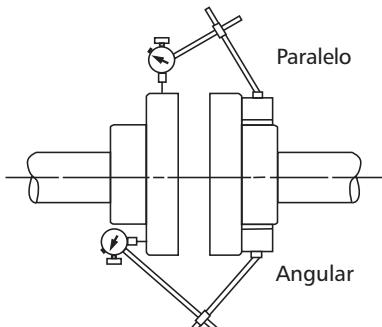

Figura 6
- 5.2.1.** Aunque la unidad del motor y bomba pueda tener una alineación de fábrica, ésta pudo haberse alterado en tránsito y debe verificarse antes de hacer funcionar. Vea la Figura 6.